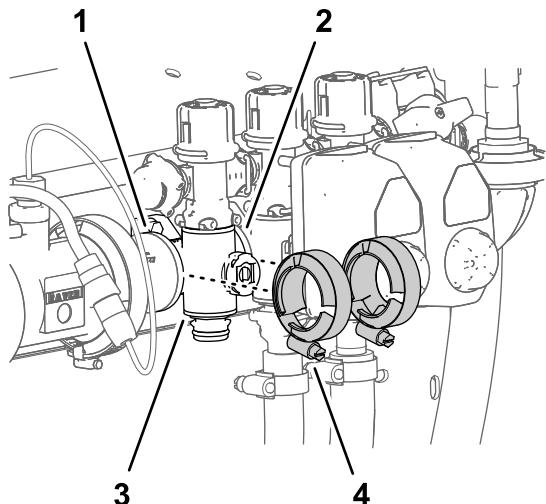

Figure 134
4. Fixez légèrement les colliers bride que vous avez déposés à la section Dépose de la vanne de section du collecteur \(page 90\) sur les brides du collecteur de vanne de section et les brides des autres vannes de section et/ou adaptateur d'accouplement (Figure 134).
7. Serrez les 2 colliers bride à la main (Figure 134).